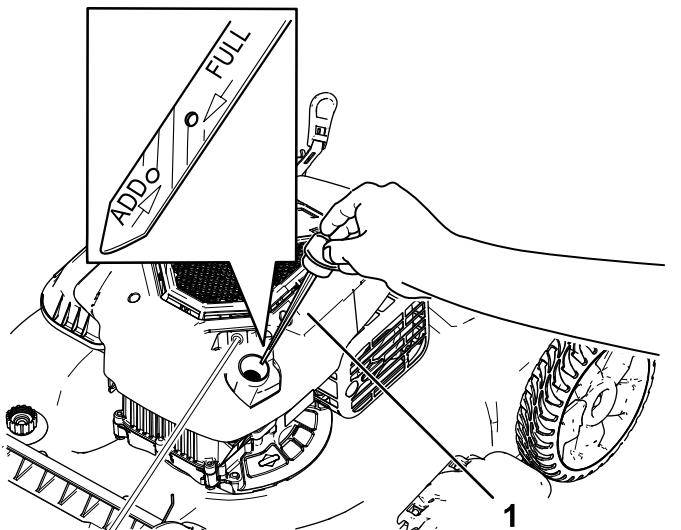

Figura 12
2. Retire la varilla girando el tapón en el sentido contrario a las agujas del reloj y tirando del mismo (Figura 12).
5. Observe en la varilla el nivel de aceite (Figura 12).
- Si el nivel de aceite de la varilla es demasiado bajo (Figura 12), vierta con cuidado una pequeña cantidad de aceite detergente SAE 30 o SAE 10W-30 en el tubo de llenado, espere 3 minutos, y repita los pasos 3 a 5 hasta que el aceite de la varilla llegue al nivel
- Si el nivel de aceite de la varilla es demasiado alto (Figura 12), drene el exceso de aceite hasta que el nivel de aceite en la varilla sea correcto; consulte Cambio del aceite del motor \(página 18\).